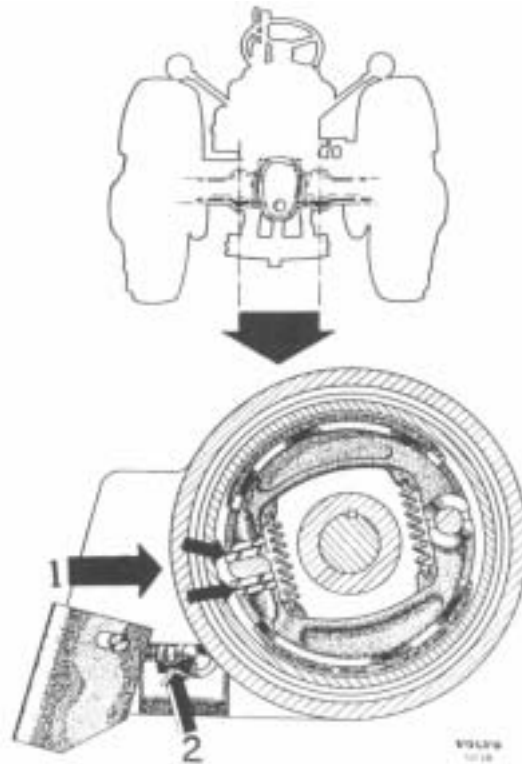

Bild 32. Justering av bromsarna.
Inställning av bromsbackarna utföres enligt bild 32. Mindre justeringar kunna utföras med justeringsmuttrarna (2), vilka är åtkomlig, sedan skyddskåpan över den bortmonterats. För att möjliggöra större justeringar och därigenom fullständig nedslitning av bromsbanden, kunna mellanläggsbrickor (1) placeras mellan excentertappens slitplattor och bromsbackarnas ändar.